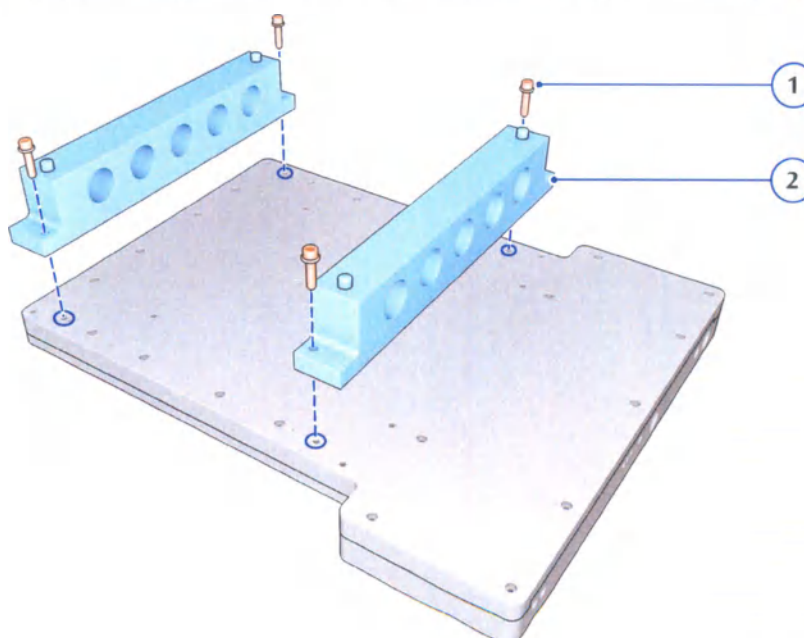

Рис. 7.30 Соединительные опоры в нижней части IC profiler MR
- 4 Прикрепите соединительные опоры к нижней части IC profiler MR (см. Рис. 7.30).